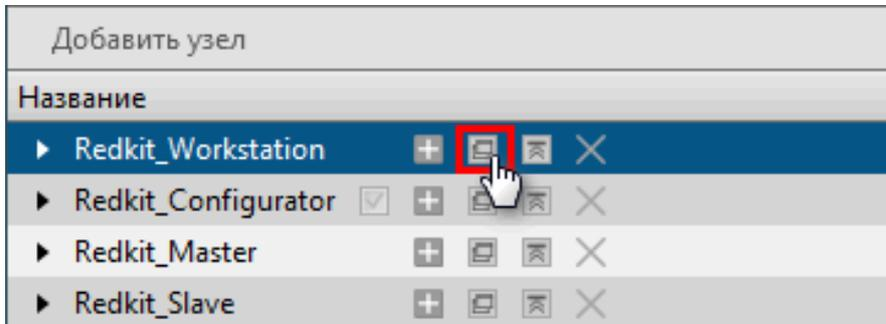

Рисунок 84 - Клонировать узел
1. У узла *Redkit\_Workstation* нажмите на кнопку **Клонировать узел**  (Рисунок 84). Будет создан узел *Redkit\_Workstation\_clone*.